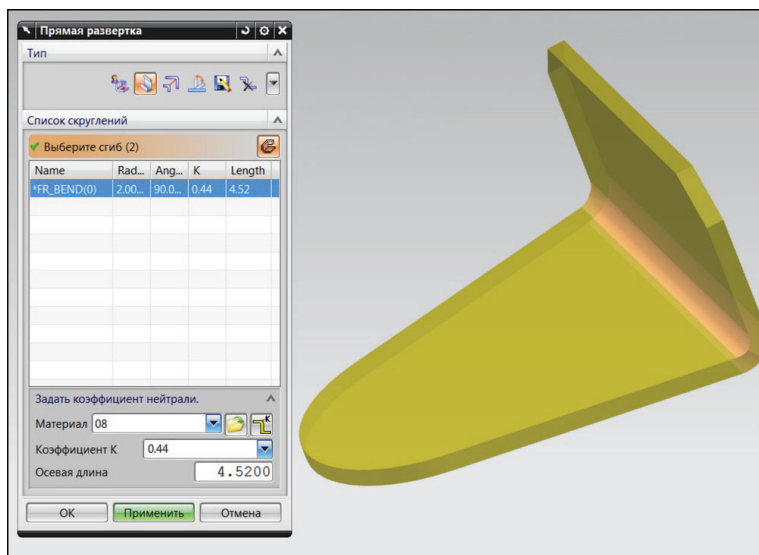
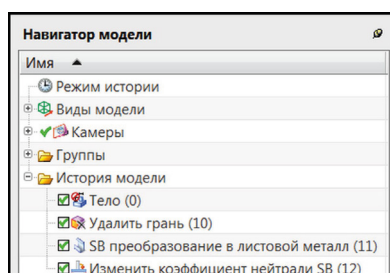

Рис. 4.11. Распознанный сгиб
Рис. 4.12. Навигатор модели
13. Получите промежуточный результат, который будет представлен в **Списке скруглений** (рис. 4.11.) и в дереве **Навигатора модели** (рис. 4.12).